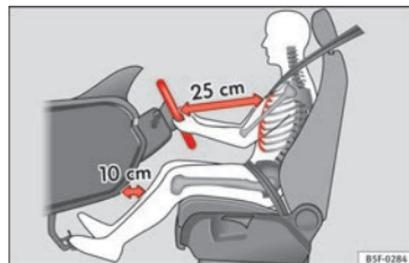

Fig. 64 Distância correta entre o condutor e o volante.
- Ajuste o banco de modo a que o volante fique no mínimo a 25 cm do tórax » Fig. 64 e para que possa segurar nele lateralmente pela parte exterior com as duas mãos e com os braços ligeiramente fletidos.
- Ajuste o banco do condutor longitudinalmente para que possa pisar a fundo os pedais com as pernas ligeiramente fletidas e a que os joelhos fiquem no mínimo a 10 cm do painel de instrumentos » Fig. 64.
- Ajuste o encosto de cabeça de modo a que o rebordo superior do encosto fique, na medida do possível, à altura da parte superior da cabeça, e nunca abaixo dos olhos. Mantenha a nuca o mais próximo possível do encosto de cabeça » Fig. 64 e » Fig. 65.
Ajuste a distância correta entre o condutor e o volante » Fig. 64 com a ajuda dos comandos que se encontram no banco do condutor » Página 12.